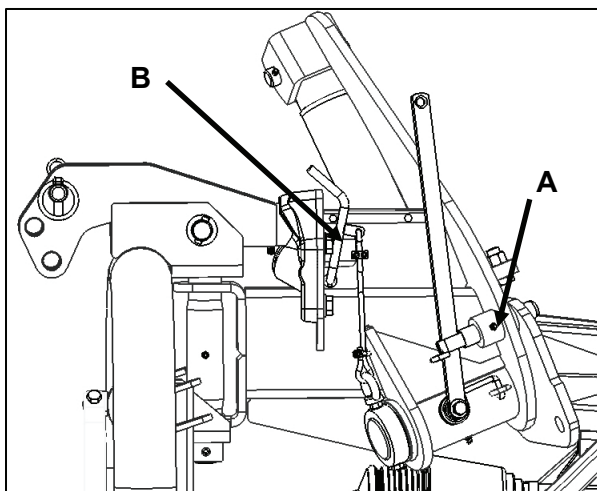

Abb. 15
- Die Transportsicherung (Abb. 15, Pos. A) muss während des Transportes eingerastet sein. Die Sicherung gegen seitliches Schwenken (Abb. 15, Pos. B) rastet automatisch beim Drehen des Schwaders ein.